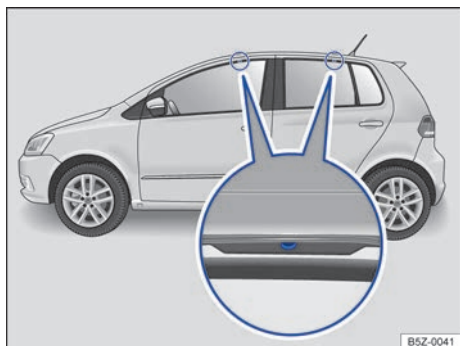

Fig. 141 Pontos de fixação dos suportes de base do bagageiro do teto (ambos os lados).
Os furos ou marcações dos pontos de fixação dos suportes de base ficam visíveis com a abertura das portas (dianteiras e traseiras) do veículo e encontram-se no lado nas vigas do teto → **Fig. 141** (lupa). Os furos ou marcações para fixação atrás encontram-se no lado inferior das vigas do teto → **Fig. 141** (lupa direita).
- Fixar os suportes de base somente nas marcações indicadas na figura → **Fig. 141**.